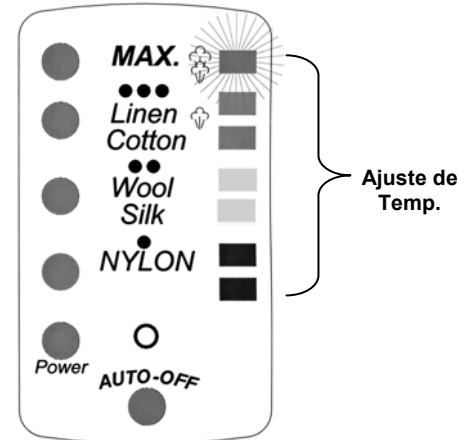

Fig. 5
- La luz del lado derecho del tablero de control dejará de parpadear cuando haya alcanzado la temperatura deseada. (Fig. 5)